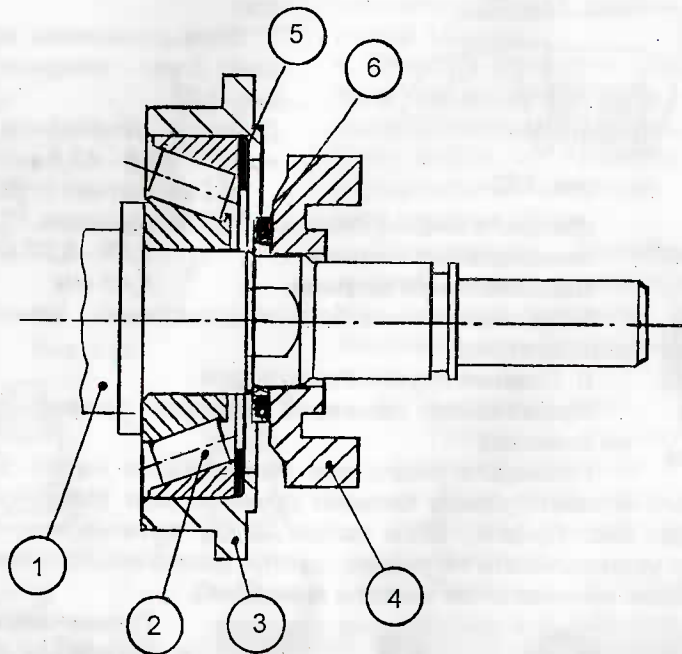

рис. 2.26
б) Установите на хвостовик кулачкового вала (1) внутреннее кольцо подшипника (если снимали, см. раздел «Замена подшипников»), наружное кольцо подшипника, регулировочную шайбу (5), стакан подшипника (3), дистанционную шайбу (6) и шайбу привода регулятора (4), рис. 2.26.